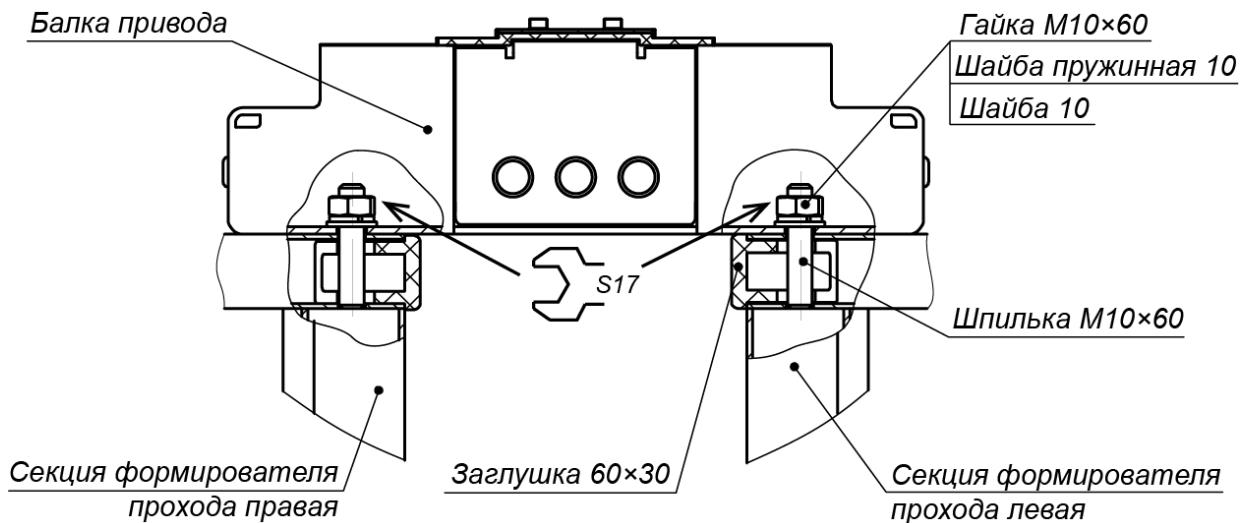

Рисунок 16. Крепление балки привода к секциям формирователя прохода
15. Распакуйте балку привода (9) с крышкой (10) (ящик №1).
16. Произведите монтаж балки привода (9) (работайте вдвоем!):
- Снимите крышку (10) с балки привода (см. разд. 6).
- Используя две стремянки, осторожно установите балку сверху на турникет, при этом шпильки, расположенные на секциях (6) формирователей прохода, должны попасть в соответствующие отверстия в балке. Будьте внимательны – не повредите соединительные кабели!
- Придерживая балку, осторожно приподнимите ее с одной стороны и пропустите концы кабелей индикации (14) из балки опорной (7) в соответствующие отверстия балки привода. Временно закрепите их внутри балки (к примеру, с помощью скотча). Те же самые действия произведите с другой стороны балки.
- Закрепите балку привода на секциях (6) формирователя прохода четырьмя гайками M10 с шайбами (см. рис. 16), навернув их на шпильки с помощью торцового ключа S17. Затяжка гаек предварительная, для возможности регулировки положения.